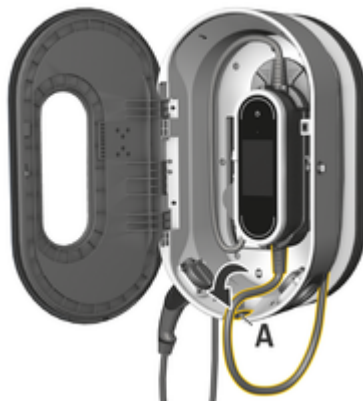

Fig. 73: Prendendo a unidade de comando
3. Direcione o cabo do veículo pela abertura **A** (Fig. 73) e enrole qualquer excesso de cabo ao redor da base de carregamento.